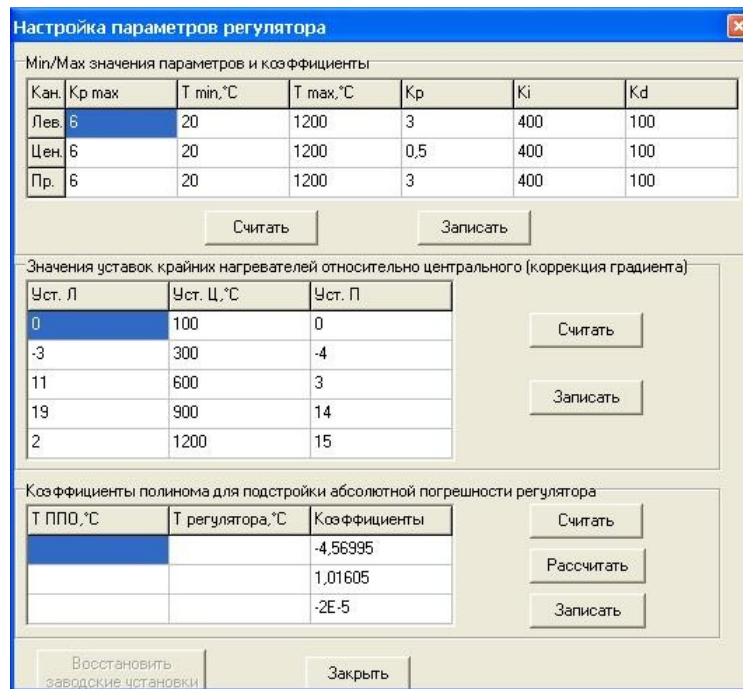

Рисунок 11 – Режим настройки регулятора печи МТП 1200-4
После ввода пароля на экране появится окно настройки регулятора печи МТП 1200-5 (см. рисунок 11).
2.5.6.3.9 Введите значение температуры, полученное при выполнении 2.5.6.3.7, в первое поле столбца «Т ППО, °C» в таблице «Коэффициенты полинома для подстройки абсолютной погрешности регулятора», а в первое поле столбца «Т регулятора, °C» введите 300 (см. рисунок 11).